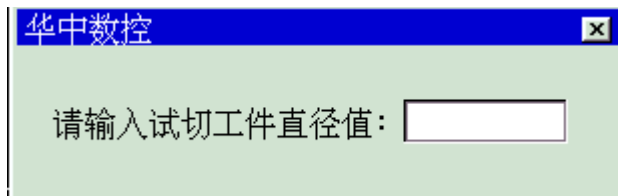

图 4.1.5 输入试切后工件的直(半)径值
- (5) 按 **Enter** 键，弹出如图 4.1.5 所示输入框；